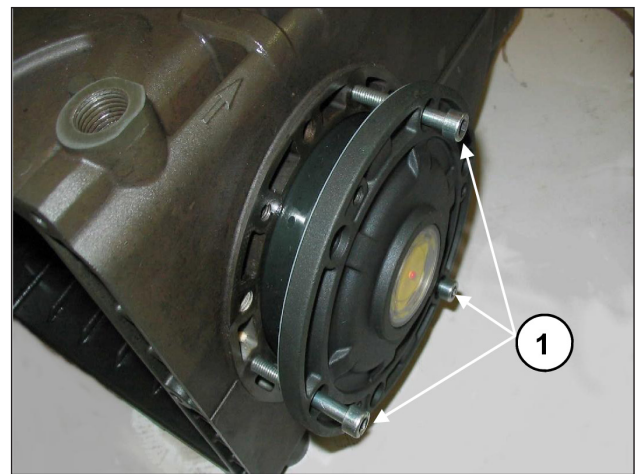

Fig. 8
Pour faciliter l'insertion du premier tronçon et donc l'insertion des couvercles sur le carter, il est conseillé d'utiliser 3 vis M6 x 40 partiellement filetées (Fig. 8, rep. ①) pour ensuite compléter l'opération avec les vis fournies (M6x18).
Pour l'assemblage des deux couvercles latéraux au carter, on peut utiliser 3 vis M6x40 pour une première phase d'orientation, comme l'indique la Fig. 8, et les vis prévues pour la fixation finale.